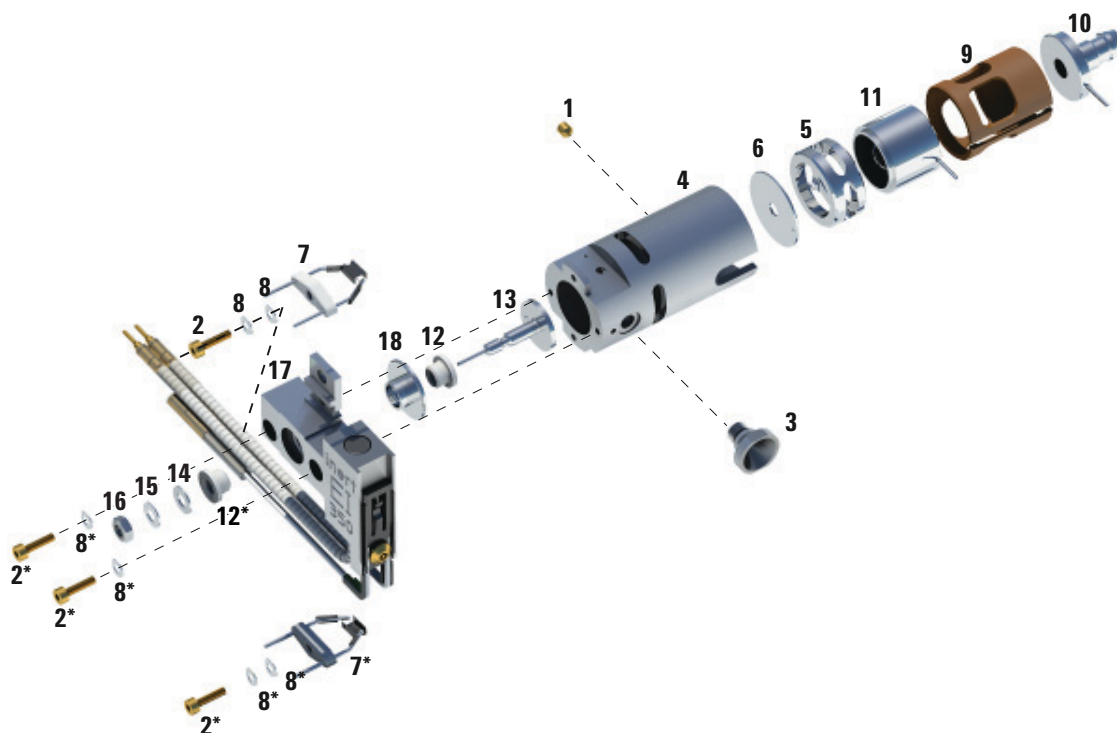

Figura 25 Montar la fuente estándar o inerte de iones de El
- a Instale la inserción del bloque repulsor en el montaje del bloque calentador de la fuente. (Consulte la sección Figura 25 en la página 162).
- 2 Inserte la placa de descarga y el cilindro de descarga en el cuerpo de la fuente. (Consulte la sección Figura 25 en la página 162).
Tabla 20 Lista de piezas de la fuente estándar o inerte de iones de El (Figura 25)